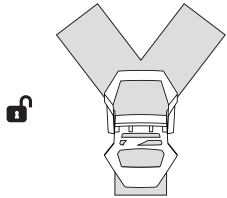

Fig. 3a
- Open the strap divider (Fig. 3a)